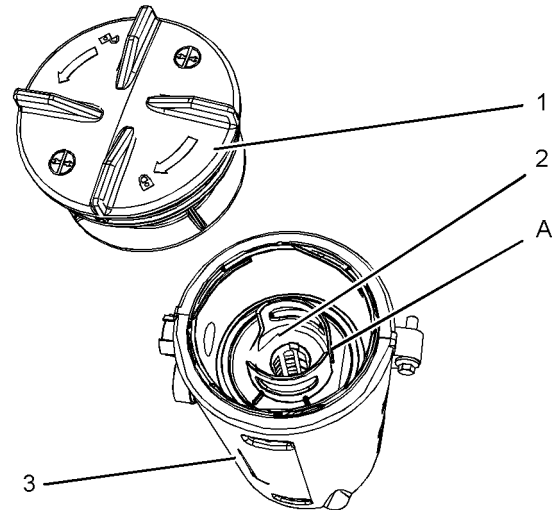

Abbildung 59
4. Die alte Dichtung (4) entfernen und neue Dichtung einsetzen.
**Anmerkung:** Die Aussparung im Bereich (5) im Deckel ermöglicht Zugriff auf die Dichtung.
5. Neues Filterelement in das Entlüftergehäuse (3) installieren und das Filterelement auf die Position (A) ausrichten. Siehe Abbildung 59. Position (B) auf dem Deckel an Position (A) am Filterelement ausrichten.